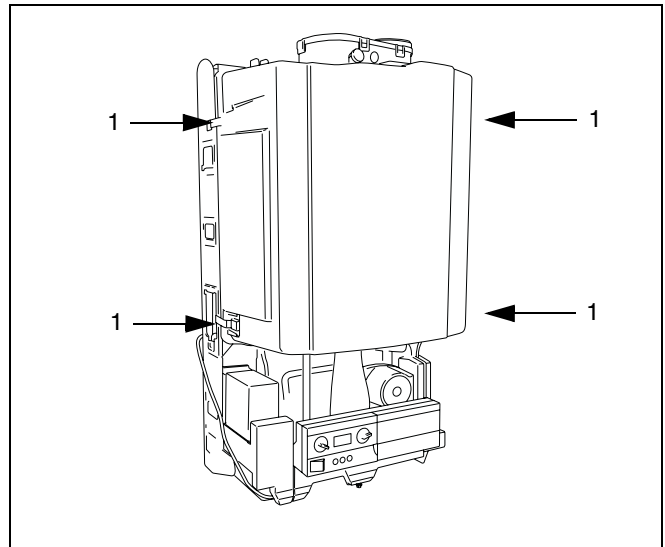

fig. 28 Verwijderen ventilatiekast
- Verwijder de ventilatiekast door de 4 snelsluitingen los te nemen (→ fig. 28, [1]).